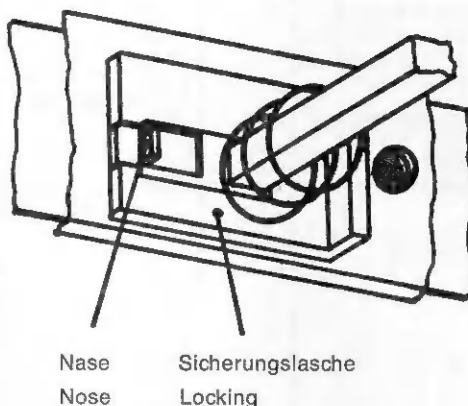

Fig. 4
- 3.2 Mit einer Spitzpinzette die Sicherungslasche (am Drucktastenschieber der Taste „UKW“) nach vorn aushaken (Fig. 4).
- 3.3 Durch leichten seitlichen Zug (ca. 1 mm) an der Nase des Sicherungsschiebers (Fig. 4) erfolgt die Entriegelung der 4 Tasten (Tasten festhalten!).
- 3.2 With a pair of tweezers release the locking at the rod of the button "UKW", see fig. 4.
- 3.3 By pulling slightly sideways (approx. 0.04 inch) at the nose of the securing slide (see fig. 4) the disengagement of the 4 pushbuttons takes place (retain pushbuttons!).